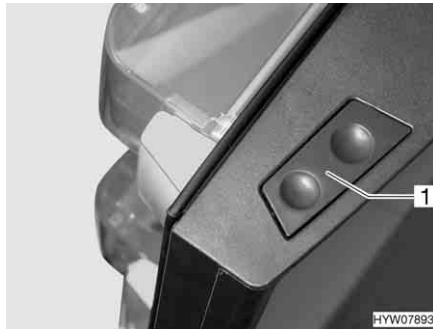

Fig. 158 Botón de desbloqueo (puerta del frigorífico, Dometic de la serie 8)
**Abrir:** ■ Pulsar el botón de desbloqueo (Fig. 158,1) y abrir la puerta del frigorífico.